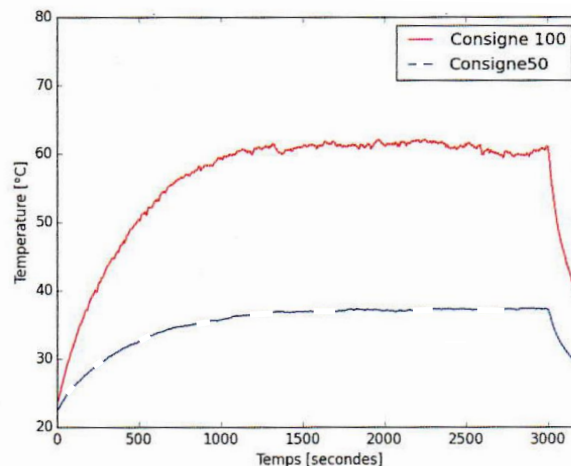

Figure 2 : réponse expérimentale à une consigne de tension du thermocouple fixé sur le plateau.
La figure 2 représente la réponse expérimentale de la température du plateau à deux consignes
- Question 6.** A partir des informations de la figure 2, pouvez-vous affirmer que le système est asservi ou régulé. **Justifier** votre réponse.